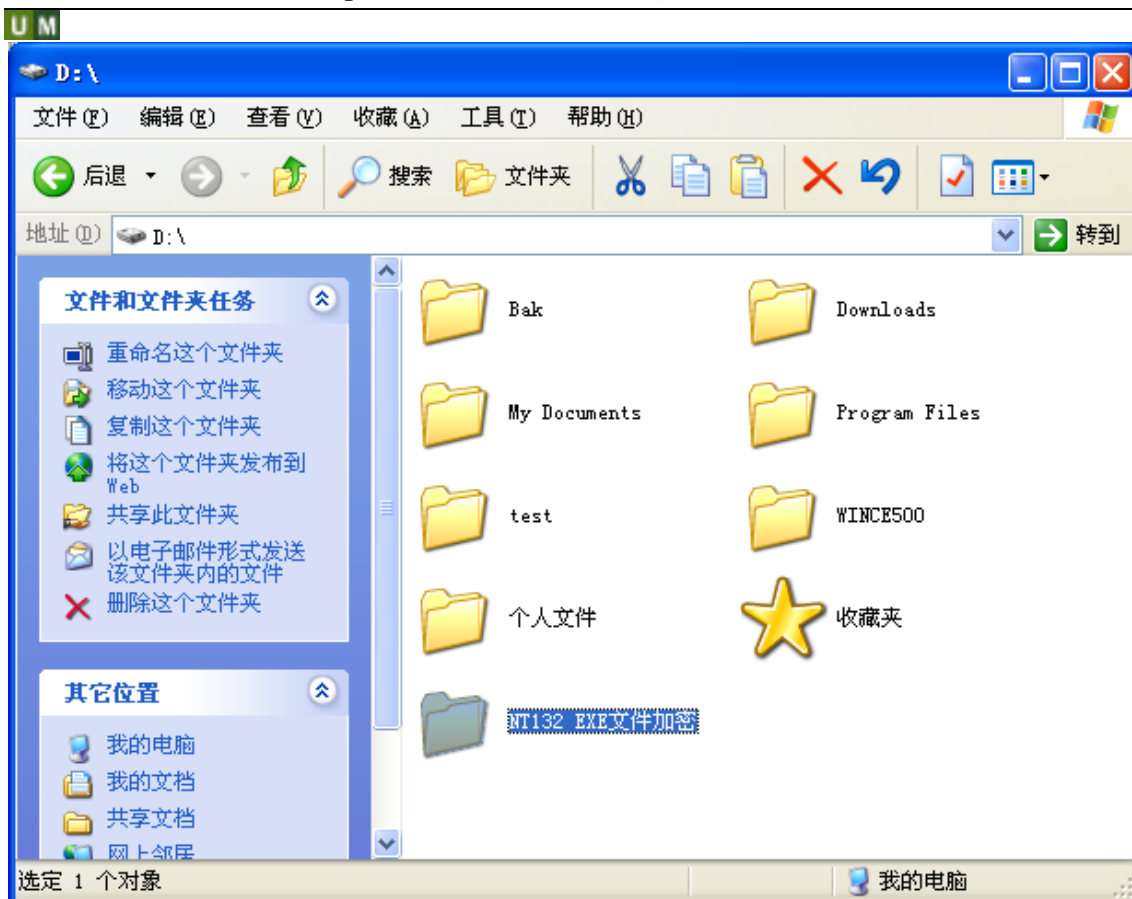

图 7.3 复制 NTShell 工具软件
1. 将NT132开发套件产品光盘中的“\NT132 EXE文件加密”目录复制到D:\下，参考如图7.3所示。说明：并不一定要复制到D:\下，这里只是为了方便描述才这样做。